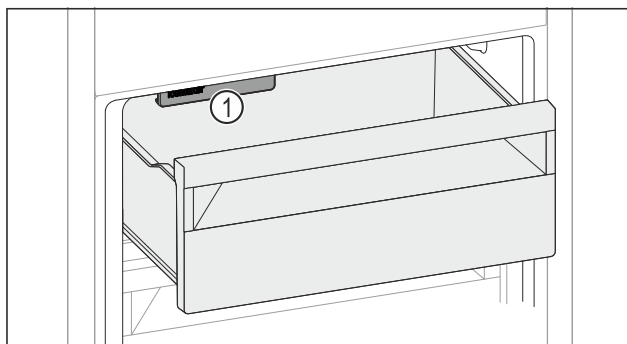

Fig. 169
- Внимавайте за IceMaker Fig. 169 (1).